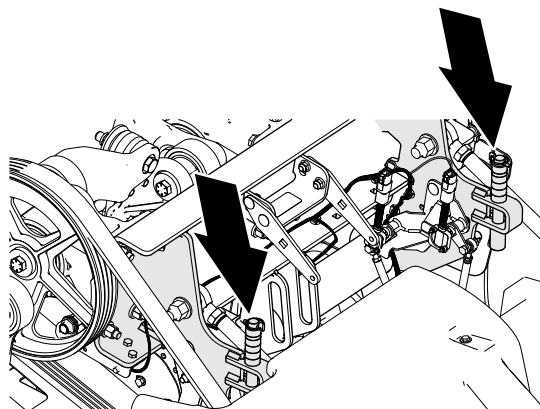
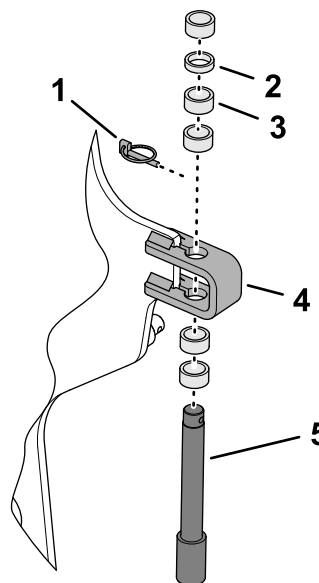

Figura 120
Figura 121
3. Scoatei tiftul de prindere care fixează tiftul de adâncime-oprire i distanierile la suportul de oprire (Figura 120 i Figura 121).